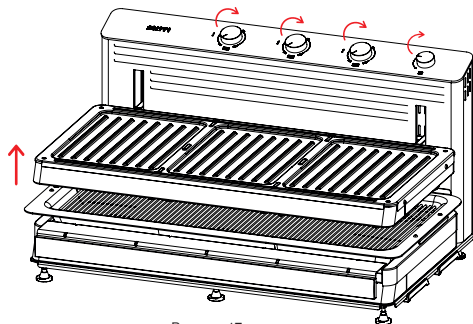

Рисунок 17
- Для перемещения регулируемой нагревательной секции поверните регулятор расстояния «вверх-вниз» по часовой стрелке, подняв верхнюю часть в максимальное положение (Рис. 17–18).